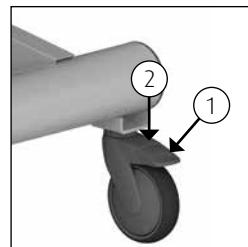

Abbildung 2 Rollenblockierung.
- Die Marina-Liege kann arretiert werden, indem die blaue Lippe (1) an der Rolle nach unten gedrückt wird (*Siehe Abbildung 2*).
- Um die Bremse der Marina-Liege zu lösen, muss dieselbe Lippe von der Rolle entfernt werden, indem mit dem Fuß die Oberseite der Lippe (2) nach unten gedrückt wird (*Siehe Abbildung 2*).